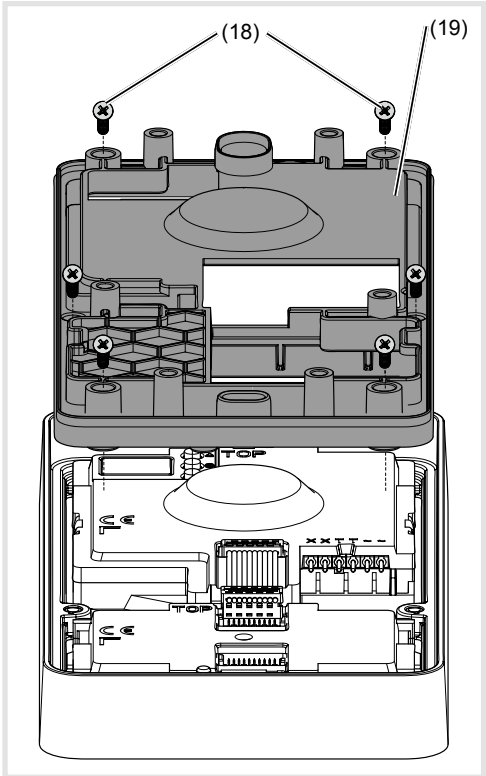

Figura 17: smontaggio del supporto dei moduli
- Estrarre il blocco di serraggio di collegamento (12) nella mascherina audio.
- Svitare le viti (18) del supporto posteriore dei moduli (19) con un cacciavite e toglierlo (figura 17).